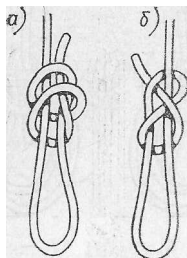

Рис. 41. Само-затягивающиеся узлы.
*Самозатягивающийся узел* (рис. 41, а). Хорошо получается, если конец троса, на котором начали завязывать двойной простой узел, провести через шлагги в обратном направлении параллельно коренному концу. Петля этого прочного красивого узла может быть тугой или слабой в зависимости от степени затяга. Этот узел затягивается только под нагрузкой и поэтому незаменим, когда с помощью бросательного конца необходимо выловить плавающий предмет, например весло, упавшее за борт.
*Самозатягивающаяся «восьмерка»* (рис. 41, б). Этот прочный самозатягивающийся узел может служить примером необычного использования простого узла восьмеркой.